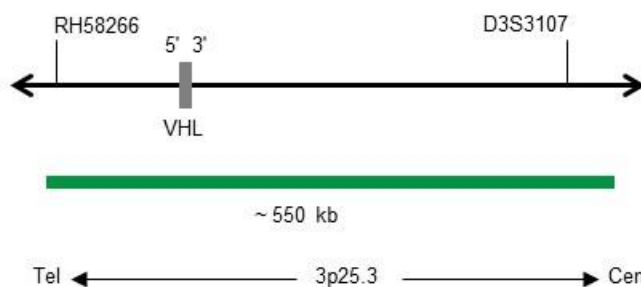

Fig. 1: SPEC VHL Mapa de la sonda (no está a escala)
- Polinucleótidos marcados en verde (excitación a 503 nm/emisión a 528 nm) ZyGreen (~10 ng/μl), dirigidos a secuencias localizadas en 3p25.3* (chr3:10,051,220-10,598,496) que albergan la región del gen VHL (ver Fig. 1).